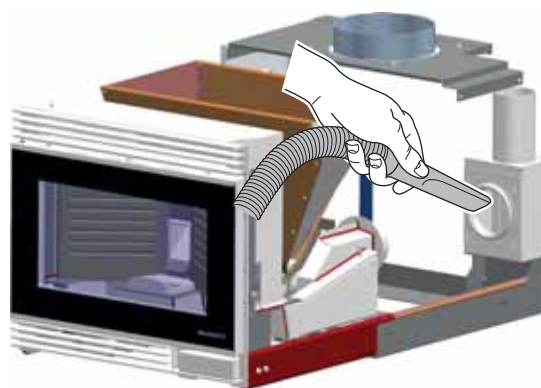

Fig.7.7
Nettoyez le tuyau TEE avec un cendrier. (Fig. 7.7)
- retirer la fixation de la plaque d'inspection (Fig. 7.7);